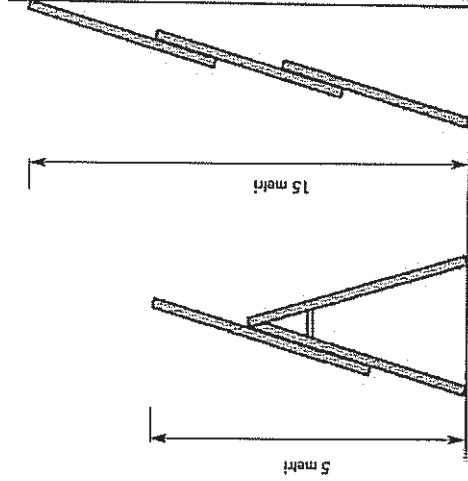

Fig. 45 - Scala trasformabile/estendibile a tre tronchi: in appoggio e doppia con tronco a sbalzo
- 2) Con una altezza massima di 15 metri (Art. 20 del D.P.R. 547/55) per la configurazione in appoggio (fig. 45).